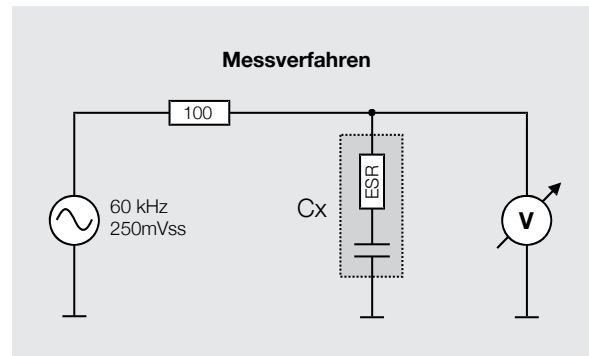
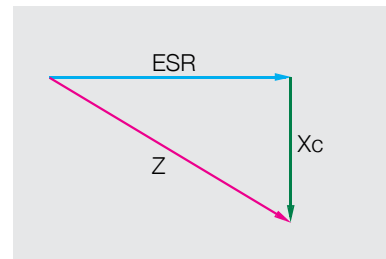

Bild 1: Das gewählte Messverfahren unserer ESR-Messschaltung
Bild 2: Das Zeigerdiagramm veranschaulicht den Zusammenhang zwischen Blindwiderstand und Scheinwiderstand.
In Bild 1 ist das Messprinzip dargestellt. Zur Messung wird eine relativ hohe Messfrequenz (ca. 60 kHz) benötigt, um die Auswirkung des X_c (Blindwiderstand des Kondensators) bei der Messung zu minimieren. Dies veranschaulicht das Zeigerdiagramm in Bild 2.
Wenn der Blindwiderstand, bedingt durch die relativ hohe Messfrequenz, sehr klein ist, ist der Scheinwiderstand (Z) nahezu gleich dem ESR. Diese Erkenntnis ist entscheidend für unsere Messung, denn es kann somit ein relativ einfaches Messprinzip zum Einsatz kommen, wie in Bild 1 veranschaulicht.